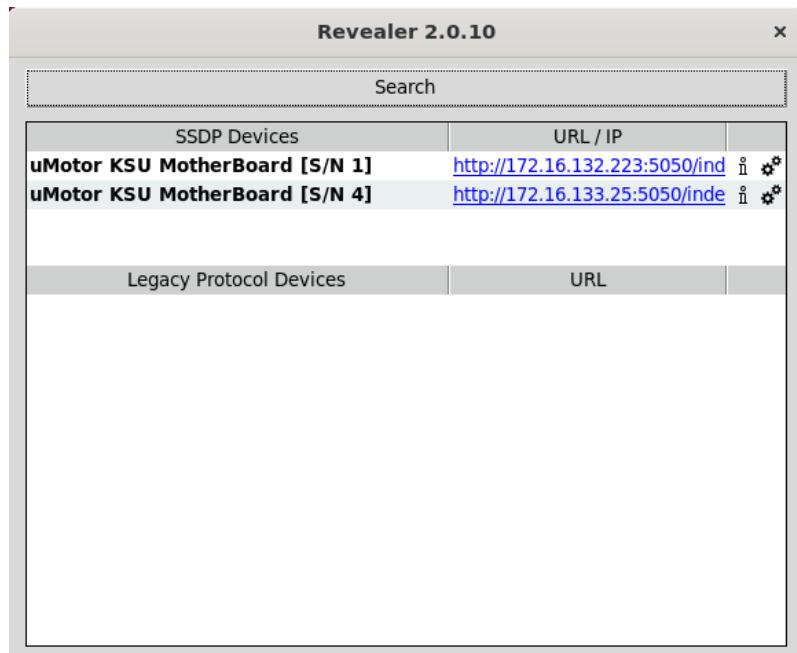

Рисунок 1.2. Отображение контроллера в утилите Revealer.
- В списке найденных устройств должно появиться устройство «uMotor KSU MotherBoard [S/N #]» (см. рис. 1.2). Вместо # указывается серийный номер.